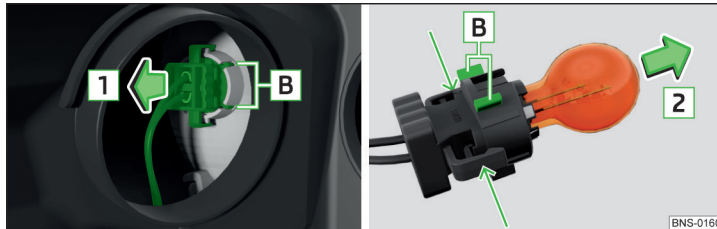

Abb. 373 Glühlampe für Blinklicht vorn wechseln
- › Die Fassung mit der Glühlampe mit Wackelbewegungen in Pfeilrichtung **1** » Abb. 373 herausziehen.